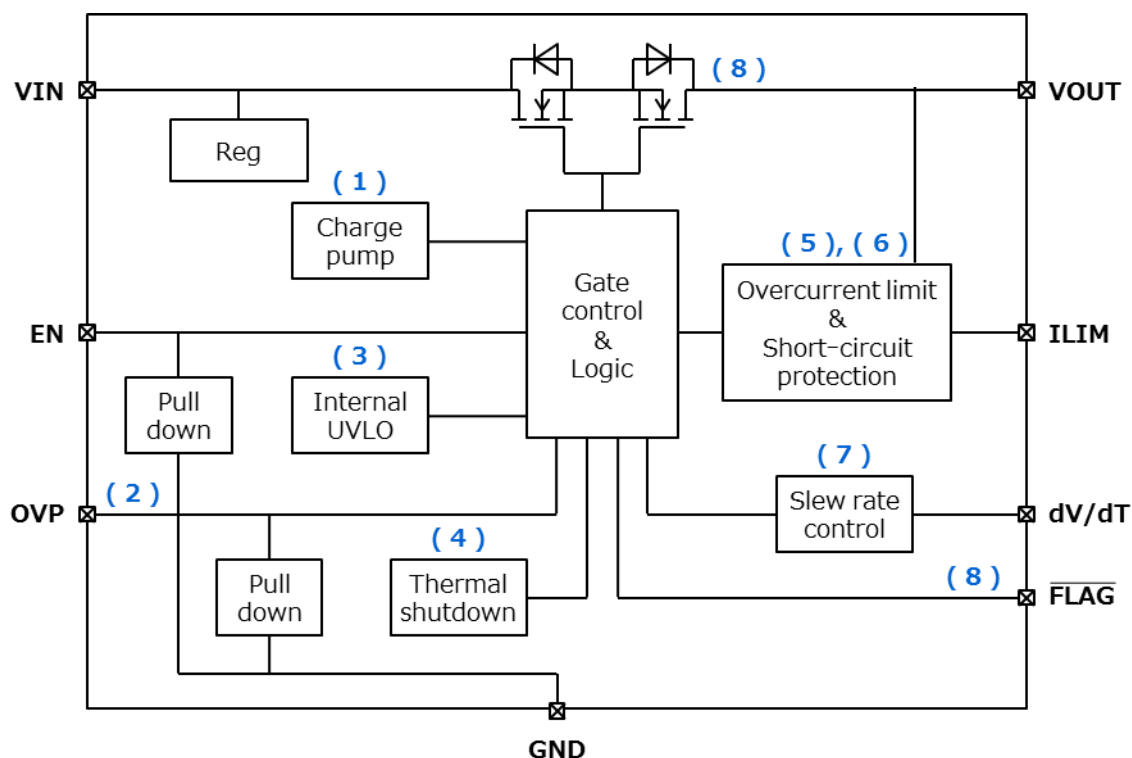

図 5.1 TCKE712BNL のブロック図
6.1. チャージポンプ回路 [図 5.1 (1)]
6.2. 過電圧保護回路 [図 5.1 (2)]
6.3. 低電圧誤動作防止回路 (UVLO) [図 5.1 (3)]
6.4. 過熱保護回路 [図 5.1 (4)]
6.5. 過電流保護回路 [図 5.1 (5)]
6.6. 短絡保護回路 [図 5.1 (6)]
6.7. 突入電流抑制回路（スルーレートコントロール）[図 5.1（7）]